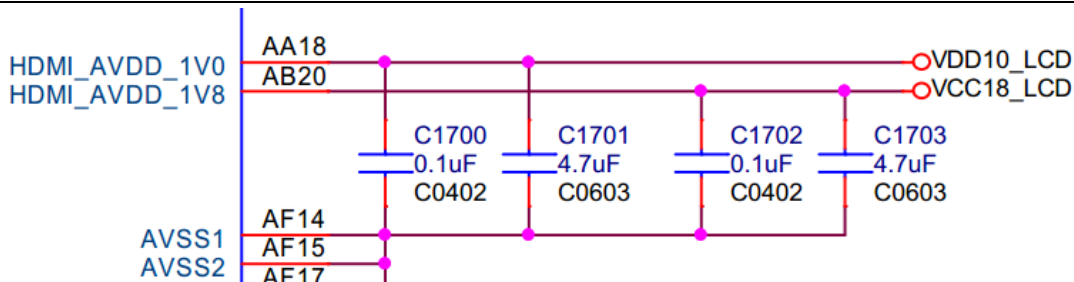

图14-10
- 如图14-10，各模块的电源去耦电容请尽量靠近芯片引脚放置；